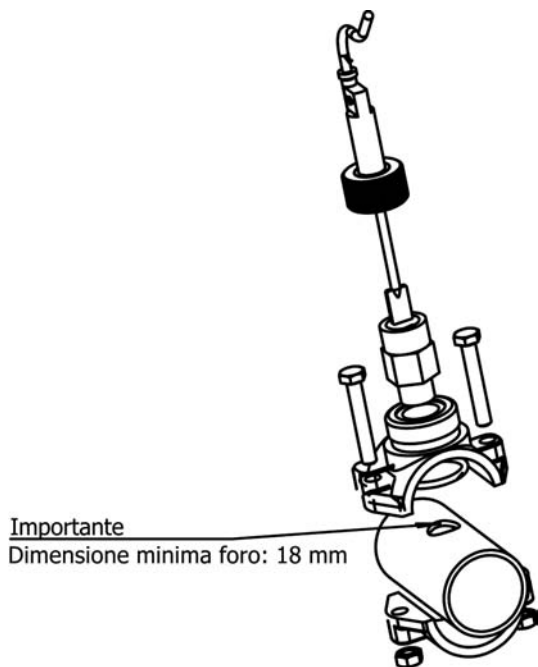

Fig. 14-1
1. Installare la flangia fornita su un tratto della tubazione situato in prossimità dell'ingresso della cellula d'elettrolisi. La flangia dovrà essere installata in posizione orizzontale rispetto al pavimento (vedere Fig. 14-1).
2. Installare il rivelatore di flusso (interruttore di flusso), sempre in verticale, sulla flangia fornita (Fig. 14-1).